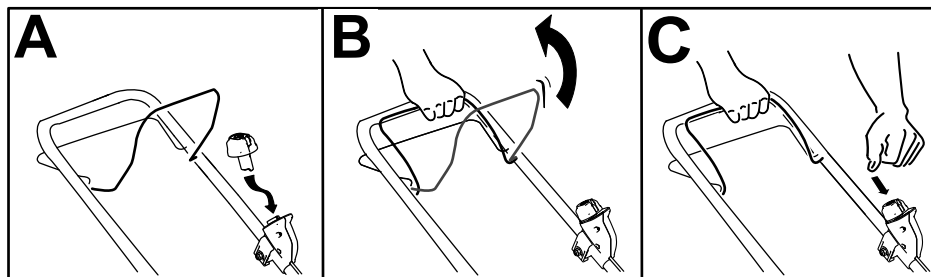

Figure 9
2. Insérez le bouton de démarrage électrique dans l'interrupteur de démarrage électrique (A de la Figure 9).
3. Serrez la barre de commande de la lame contre le guidon (B de la Figure 9).
4. Appuyez sur le bouton de démarrage électrique jusqu'à ce que le moteur démarre (C de la Figure 9).